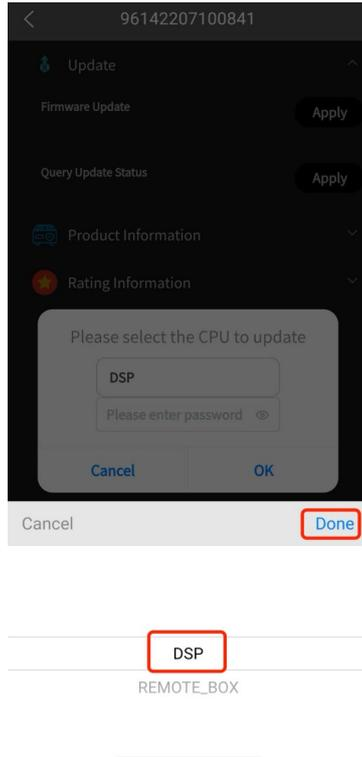

Figura 2
6. Escriba la contraseña proporcionada por el proveedor en el campo de entrada y, a continuación, haga clic en "Aceptar". Aparecerá el cuadro de diálogo "Comando de actualización enviado correctamente", como se muestra en la figura 2. El firmware comenzará a actualizarse. Espere a que se actualice correctamente. (Asegúrese de mantener unas buenas condiciones de red y de que el inversor esté encendido durante la actualización).